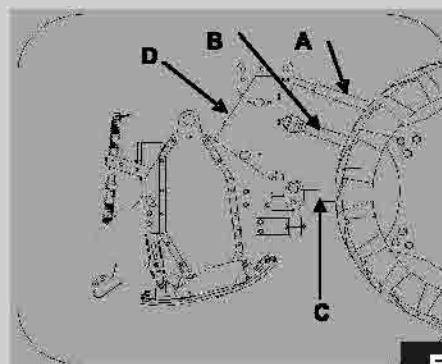

**Fig.3.1**
- 24.** E' assolutamente vietato sostare tra trattore e la fresa (Fig.3.1) con motore acceso e cardano innestato senza aver prima azionato il freno a mano. Mantiene una distanza di sicurezza dall'attrezzo durante il lavoro per evitare di essere colpito da eventuali sassi volanti, ecc.
- 28.** È assolutamente vietato interporre tra il trattore e l'attrezzo ruotando dall'esterno il comando di sollevamento (Fig. 3.1 ).